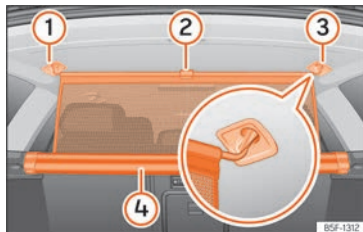

Fig. 125 Dans le coffre à bagages : attacher le filet de séparation.
- Tirez la languette » fig. 125 (2) vers le haut pour sortir le filet du boîtier (4).
- Attachez le filet de séparation du côté droit ou du côté gauche (3) [image agrandie].
- Attachez le filet de séparation dans le logement prévu à cet effet de l'autre côté (1) en tirant la tringle.